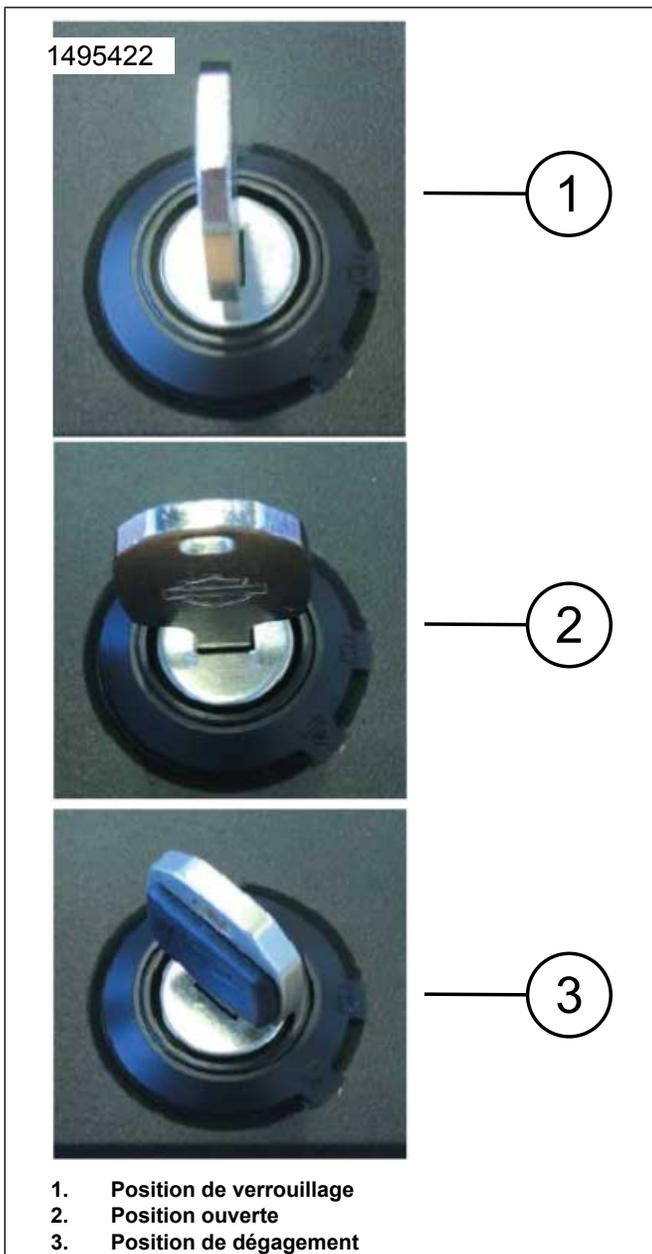

Figure 11. Position de verrouillage (normale)
8. Figure 11 Une fois la serrure complète installée, la clé peut être retirée en position 1 ou 2.